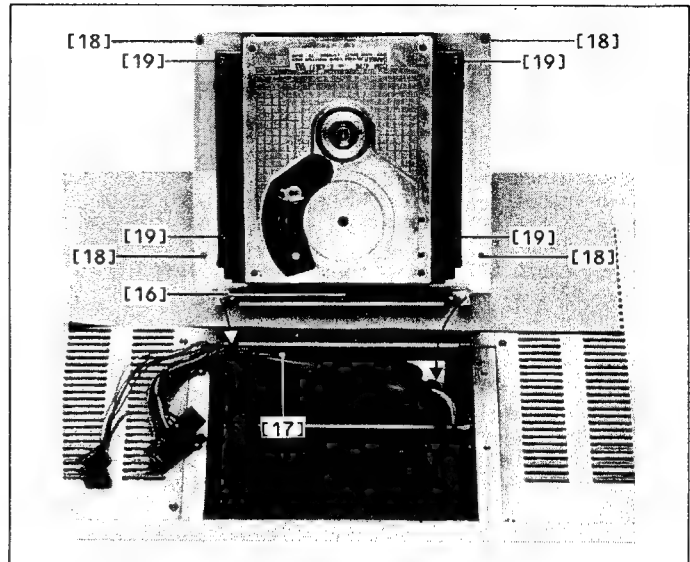

Fig. 2.6
→ Fig. 2.6
- Den Kabelstrang [17] (Fig. 2.6) freilegen.